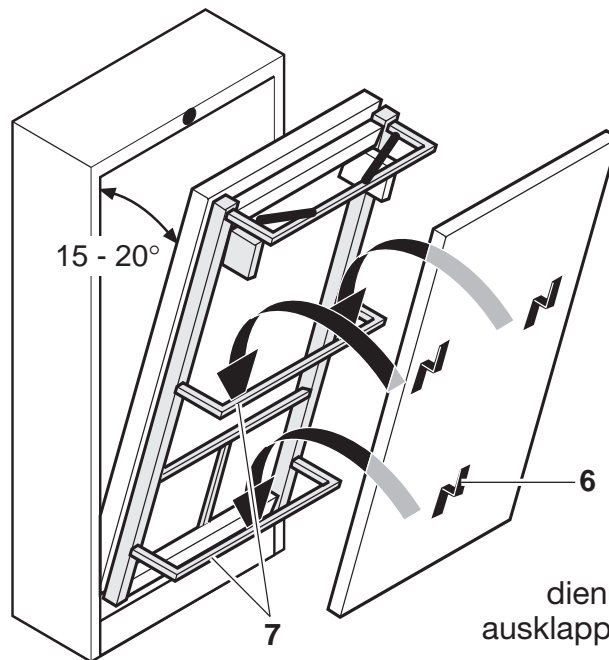

Abb. 15
- Steuerung in den Schrank an die Rückwand legen, Stecker vom Infrarot-Empfänger und Motor in die Steuerung einstecken und mit der Fernbedienung das Bettgestell um 15 - 20° ausklappen, siehe **Abb. 15**.
- Vorbereitete Frontplatte an den Frontplatten-Befestigungswinkel **6** in die Querrohre **7** am Bettgestell einhängen, siehe **Abb. 15**.